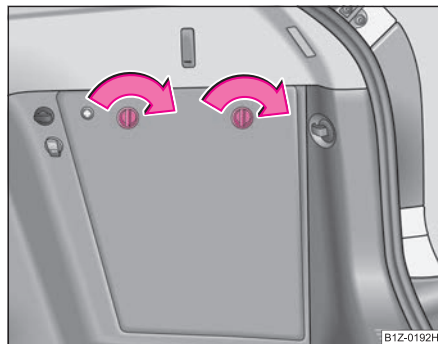

Fig. 232 Portbagajul:
- Demontați capacul compartimentului lateral prin rotirea elementelor în sensul săgeții ⇒ fig. 232.